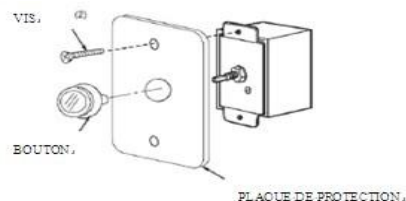

Figure 5
3. Installer la couverture avant à l'aide de deux vis fournies (Figure 5).